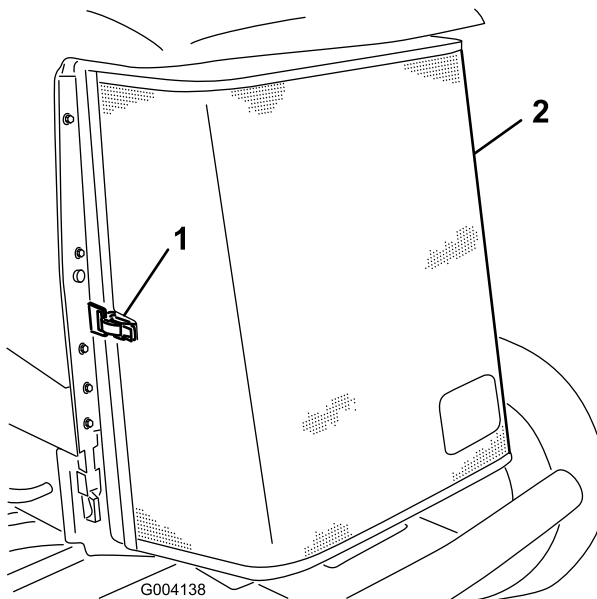

Bild 86
3. Entriegeln Sie den Riegel und drehen Sie das hintere Gitter auf (Bild 86).